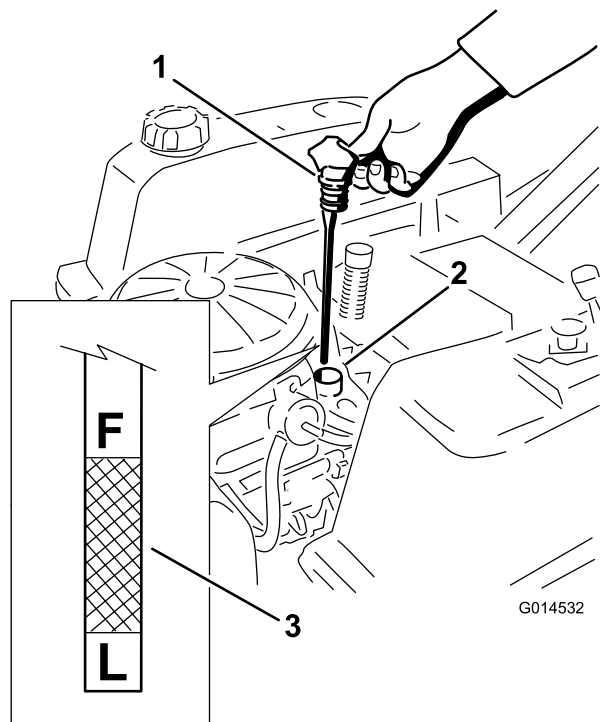
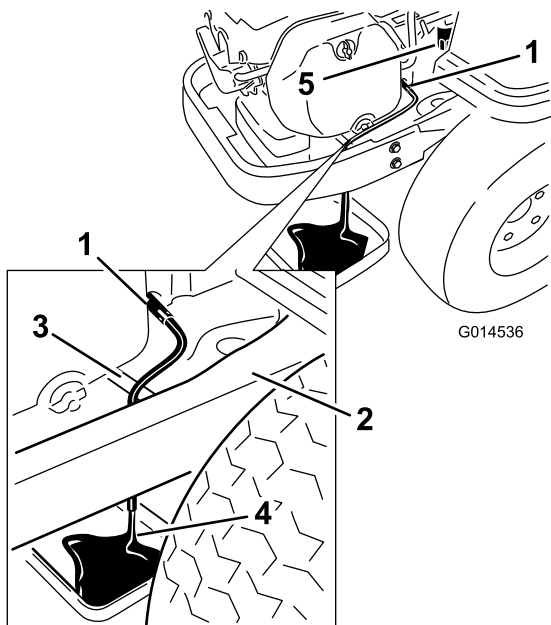

Figura 30
Figura 32
4. Retire el tapón de llenado/varilla de aceite y límpielo. Vuelva a colocar la varilla y empuje firmemente para asentarla en su lugar (Figura 30).
5. Retire la varilla y compruebe el nivel de aceite. (Figura 30).
- Coloque un recipiente debajo de la máquina, directamente debajo del tubo de vaciado, según se muestra en Figura 32.
- Gire la válvula de vaciado 1/4 de vuelta en el sentido contrario a las agujas del reloj para abrirla y dejar que el aceite se drene (Figura 32). Retire el tapón de llenado/varilla (Figura 30).
- Retire el filtro usado y limpie con un paño la superficie de montaje (Figura 32).
- Cuando el aceite se haya drenado completamente, cierre la válvula de vaciado. Retire el manguito de vaciado y limpie cualquier exceso de aceite que hubiera en el bastidor (Figura 32).
- Vierta lentamente un 80% aproximadamente de la cantidad especificada de aceite por el tubo de llenado (Figura 30).
- Coloque firmemente el tapón de llenado/varilla (Figura 30).
- Compruebe el nivel de aceite (Figura 30); consulte Verificación del nivel de aceite.